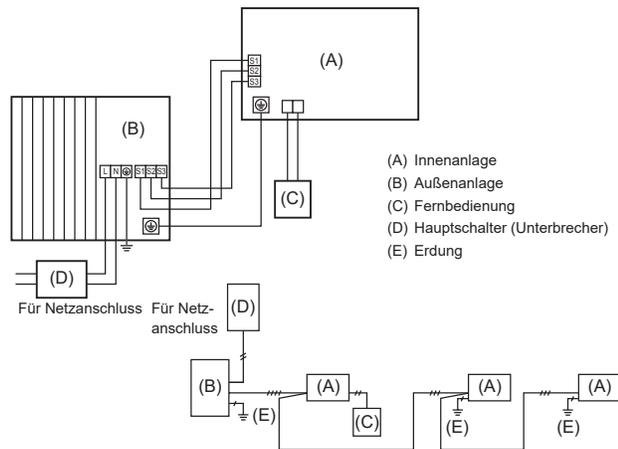
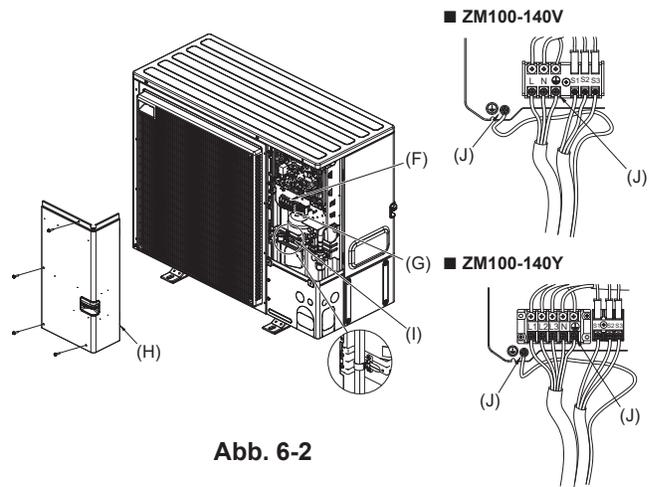

Abb. 6-1
Abb. 6-2
6.1. Außenanlage (Abb. 6-1, Abb. 6-2)
- Die Kabel gemäß der Abb. 6-1 und der Abb. 6-2 verdrahten.